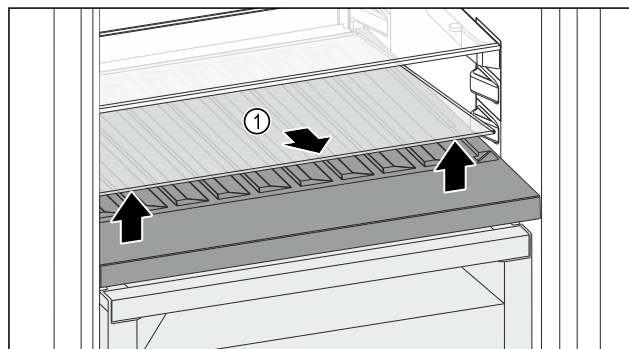

Fig. 209
- ▶ Скористайтесь пазом спереду, щоб підняти скляну полицю Fig. 209 (1) і вийняти її.
- ▶ Безпечно зберігайте скляну полицю Fig. 209 (1) за межами пристрою.
- ▶ Вставте скляну пластину (2) під змінну полицю для зберігання пляшок.